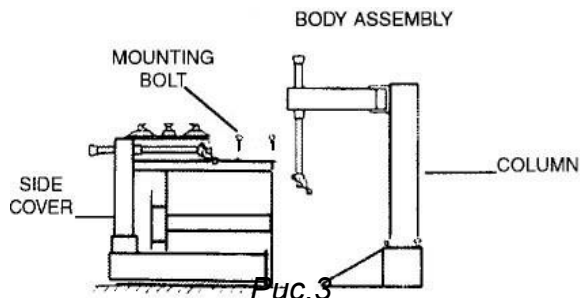

Рис.3
- 4) Отвинтите 4 винта (4, рис.3) с крышки на левой стороне (6) и снимите ее. Подсоедините воздушный шланг (3) от стойки до 6 миллиметрового соединителя (5).
- 5) Поставьте на место крышку (6) и закрутите винты (4).
- 6) Установите пластиковый кожух и укрепите его двумя винтами (10).
- 7) Сзади стойки (1) установите металлический кожух (11) и закрепите его винтами (12).